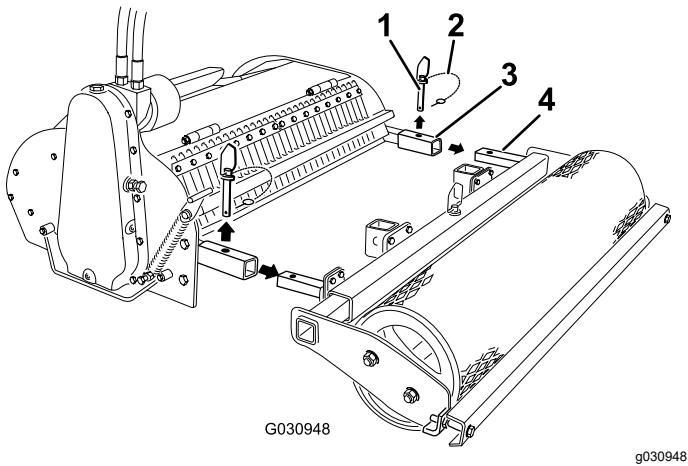

Bild 5
3. Entfernen Sie die Dorne von den Armen des Bodenaufbereiters (Bild 5).
4. Entfernen Sie die Rolle vom Bodenaufbereiter (Bild 5).
2. Entfernen Sie die Schrauben, mit denen die Arme des Bodenaufbereiters befestigt sind (Bild 5).